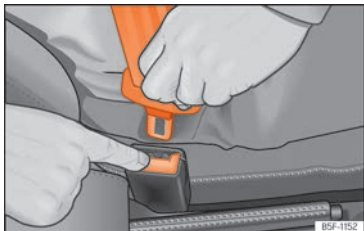

Abb. 10 Schlosszunge vom Gurtschloss lösen.
- Rote Taste im Gurtschloss drücken »» **Abb. 10**. Die Schlosszunge springt heraus.